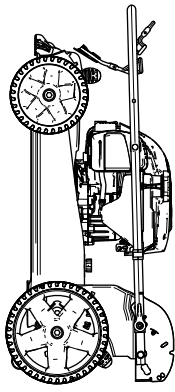

Bild 25
6. Heben Sie die Vorderseite der Maschine am Holm an und stellen sie in den Lagerplatz (Bild 25).